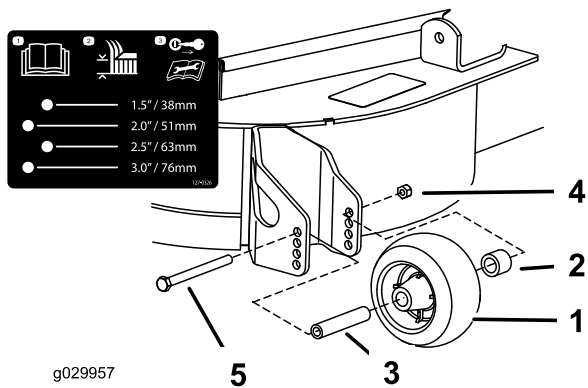

Figure 28
3. Réglez les galets anti-scalp comme montré à la **Figure 26**, la **Figure 27** et la **Figure 28**.